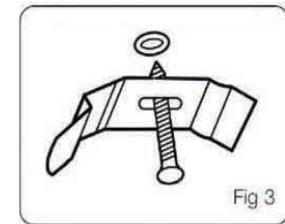

Fig 3
**Fitting onto ceiling/window frame:** Fit the bracket directly onto the ceiling / window frame (fig 3).
**Montering i tak/fönsterkarm:** Monter konsolerna direkt i taket / fönsterskärmen (bild 3).